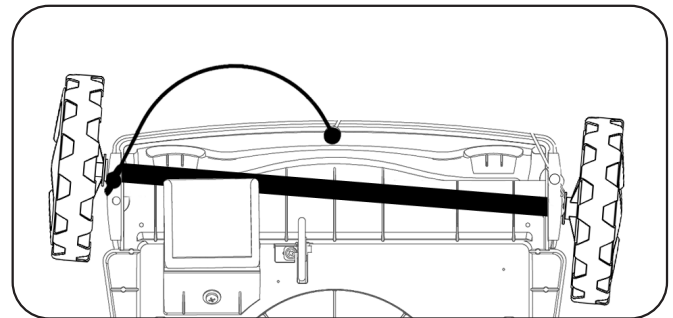

Figura 8. Cambie la dirección de giro de la rueda
1. Dé vuelta el limpiador. Busque los pines de la rueda en el eje: un pin ajustable y un pin fijo (Figura 8).